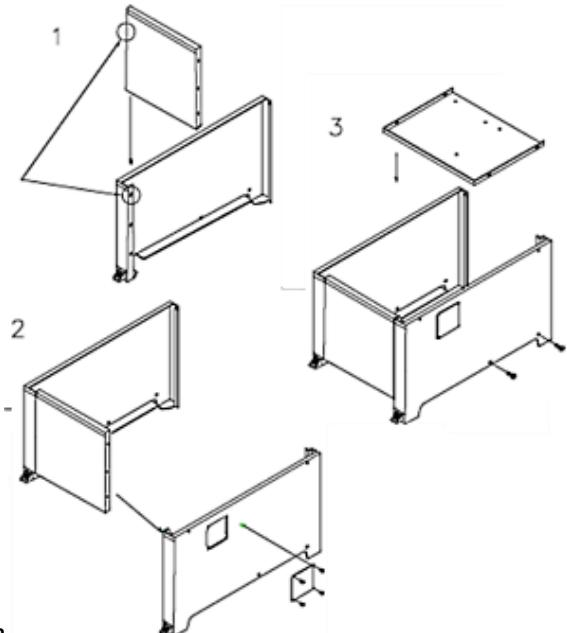
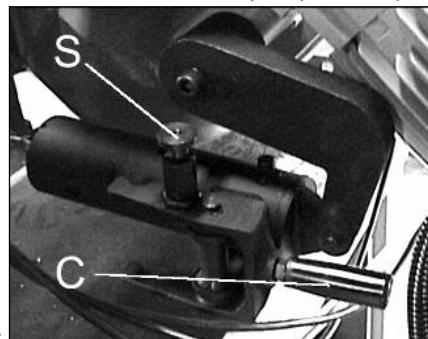

Рис.3
Рис. 7
- Соедините вертикальные панели, вставив шип в паз (Рис.3)
Выберите скорость движения полотна рукойкой (F, рис.3).
Выберите режим работы переключателем (B, рис.3). Если планируется опускание рамы под действием ее веса, необходимо перевести вилку (C, рис.7) в продольное положение. Для перевода вилки необходимо вытянуть фиксатор (S, рис.7)